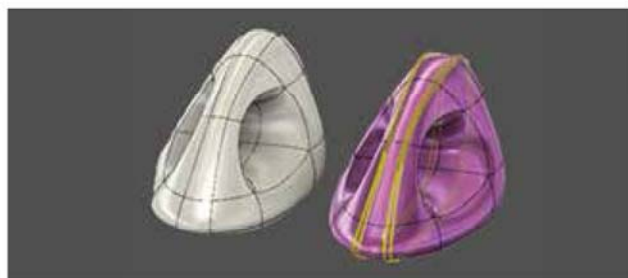

图 2-113
(12) **倒角边**: 使用指定数量的相邻边替换一条边 (见图 2-113)。选择边, 然后指定倒角的位置。